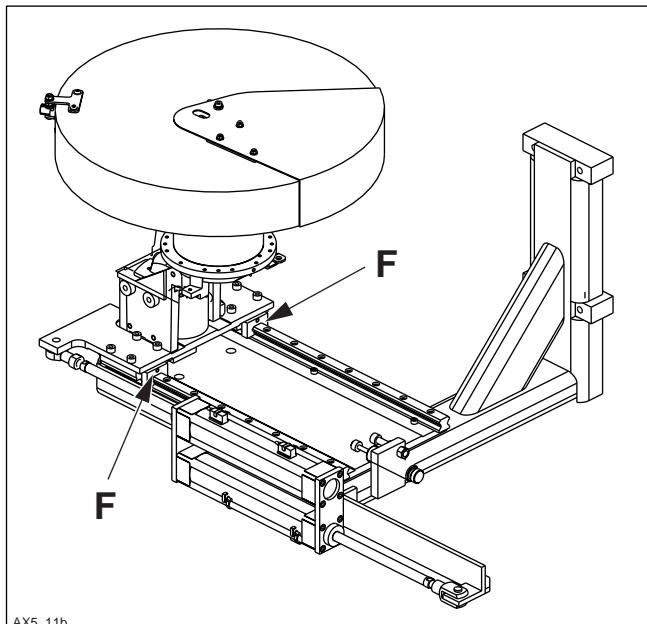

Fig. 11
- Iniettare in ogni ingassatore F (Fig. 11) circa 2-3cm3 di grasso (ca. 4 pompe - Tipo "AGIP - GR MU EP0") pulendo eventuali fuoriuscite.